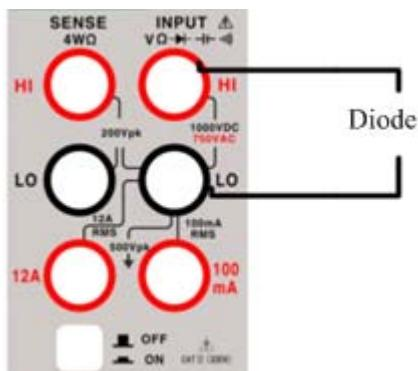

图 2.6.2 二极管测量端子连接
2、按图 2.6.2 所示，将红色和黑色测试引线连接到各自的输入端子。
3、按照图 2.6.2 所示将测试引线和二极管端子连接好，读取显示值。